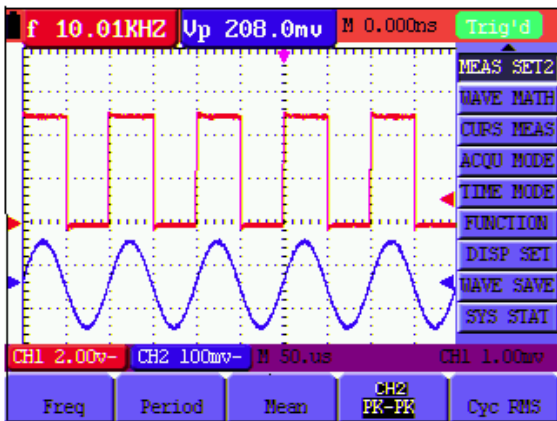

Рисунок 12. Режим автоматических измерений
3. Нажмите кнопку **F4**, чтобы выбрать опцию «CH2 PK-PK». Окно «измерение 2» изменит цвет на синий и покажет значение размаха сигнала в канале 2. (см. рисунок 12)